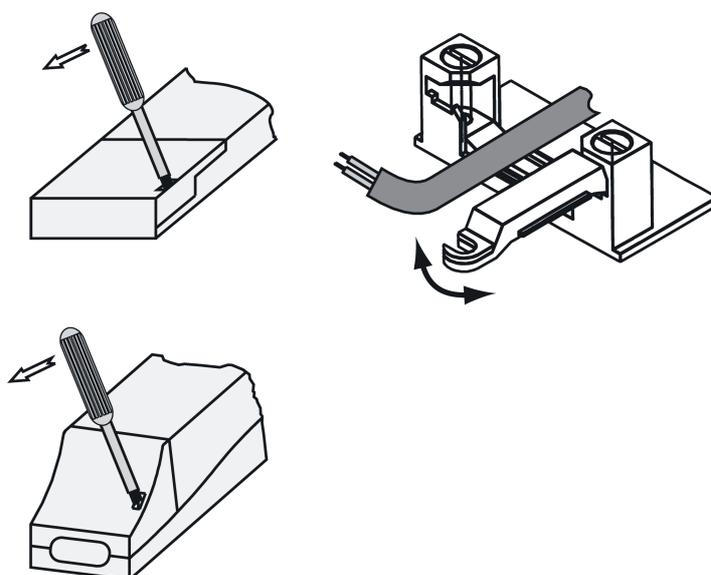

Figure 1: Habillage des bornes et décharge de traction
- Retirer les habillages des bornes le cas échéant (figure 1).
- Monter la décharge de traction (figure 1).